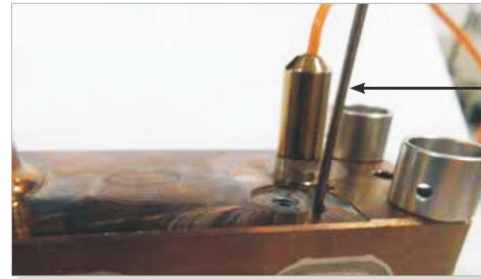

图19-12 插入感温线尖端
1. 把感温线的尖端插入感温线孔内，且需插到底。见图19-12。